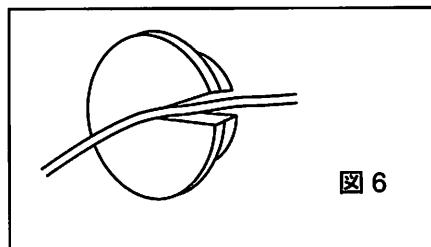

図6
8. キャピラリチューブを通すため、5で外したゴムキャップに切込みを入れ(図6)、断熱材とゴムキャップを元通りに取付けてください。